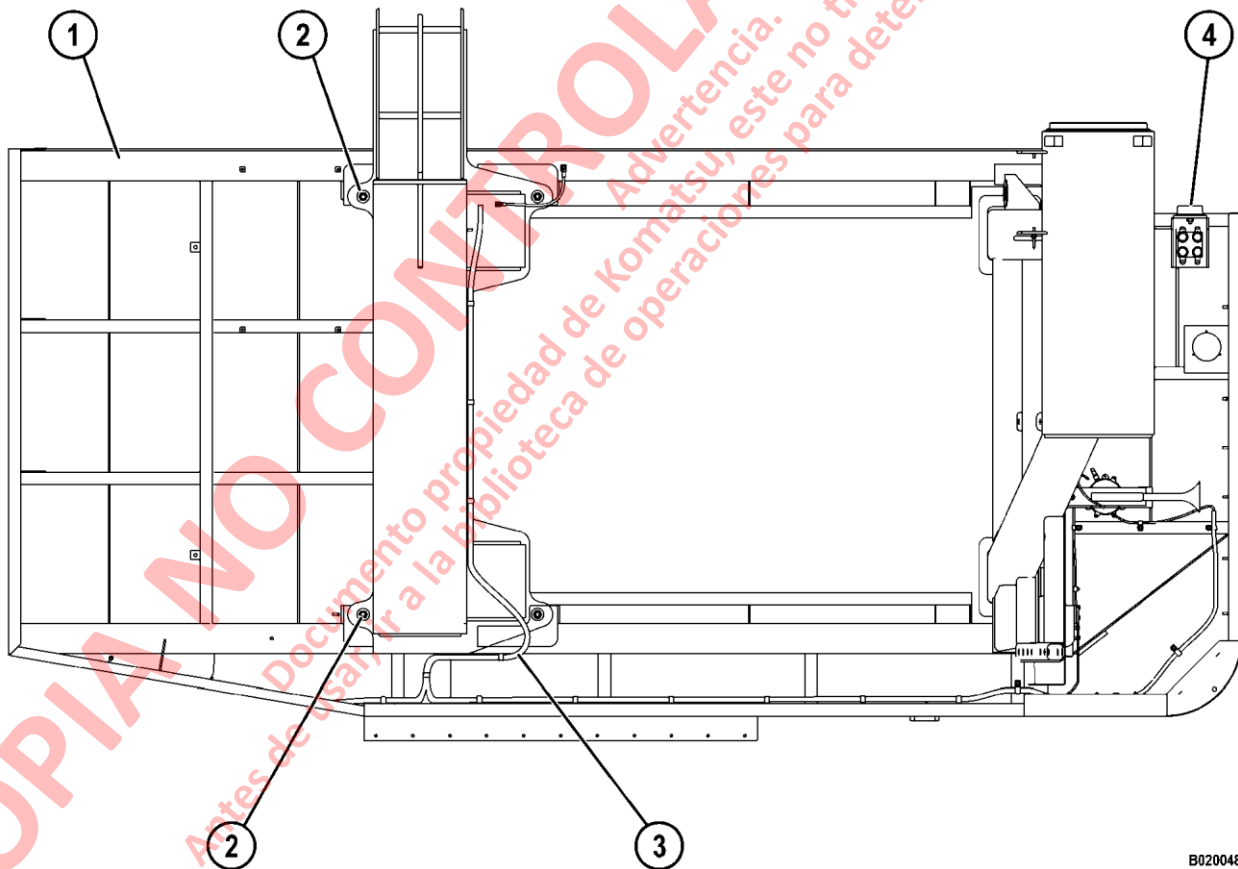

FIGURA 2-3. MONTAJE DE ESTRUCTURA DE CUBIERTA IZQ.
2. Desconecte el arnés de iluminación de la cubierta (3, Figura 2-3). Retire todos los arneses de cable, las mangueras o cables según sea necesario. No es necesario desmontar el arnés de iluminación y las abrazaderas.
4. Retire el herraje de montaje (2) de la cubierta en el soporte de la cubierta y la el torque frontal arriba.
6. Levante con cuidado la estructura de la cubierta (1) de los soportes de la cubierta.